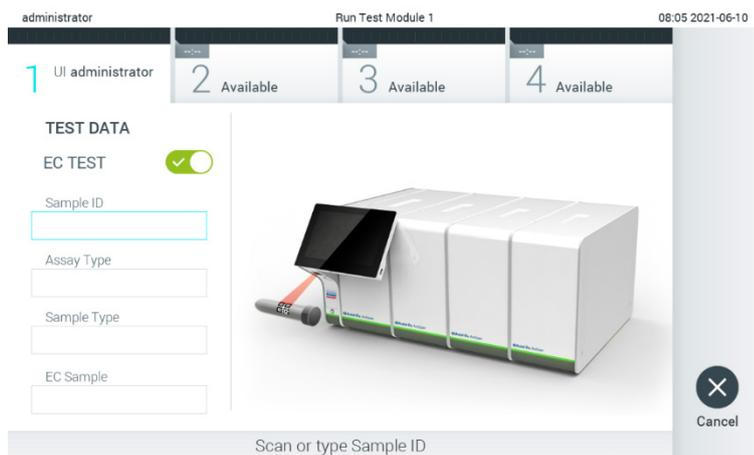

Figura 89. Ativando o botão de alternância EC Test (Teste de EC) para habilitar um teste de EC (CE).
2. Ative o botão de alternância EC Test (Teste de CE) (Figura 89).
3. Quando solicitado, leia o código de barras de ID da amostra com o leitor de códigos de barras integrado no Módulo operacional (Figura 89).